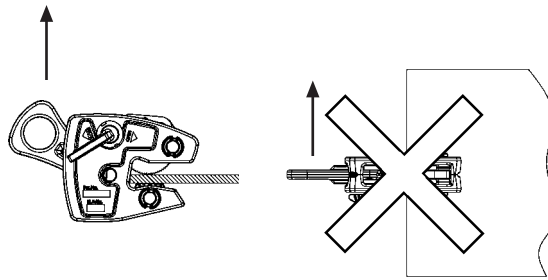

Fig. 3
- Evitar cargas laterales (ver fig. 3).
- Zijdelingse belasting op de platenklem is niet toegestaan (fig. 3).